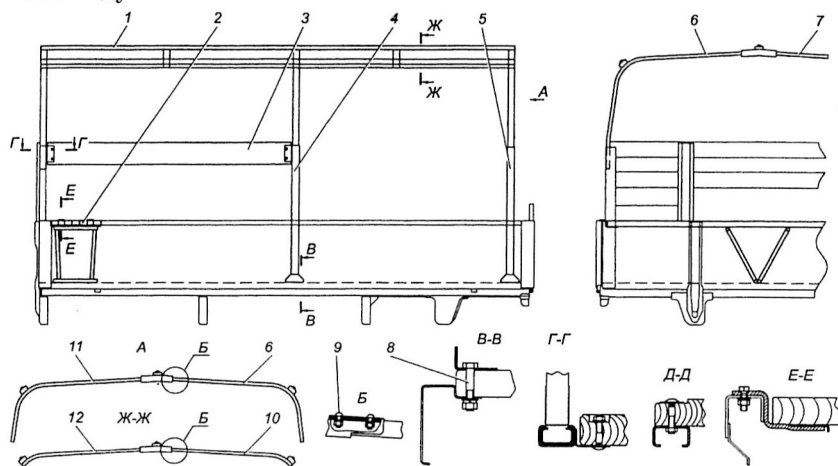

Рис. 12.2. Установка деталей каркаса тента и сиденья:
1. Установить стойки 4 и 5 (рис. 12.2) и стойку тента среднюю правую (на рис. не показана) дуг тента. Стойку 4 установить с левой стороны платформы, а стойку тента среднюю правую с правой стороны, предварительно вывернув болты 8 из настила пола. После установки стоек закрепить их этими же болтами.